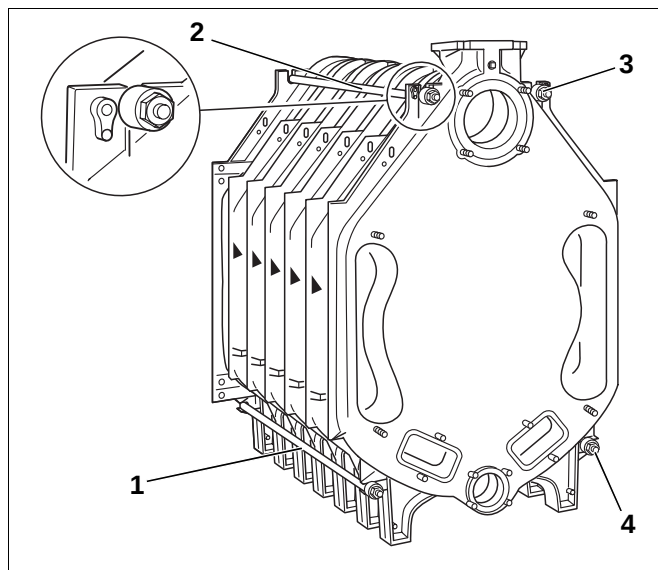

Abb. 22 Ankerstangen montieren
- Ankerstangen mit den aufgesetzten Federpaketen links und rechts, oben und unten neben den Naben des Heizkessels in die Gussnocken einsetzen (Abb. 22, **Pos. 1** bis **4**).